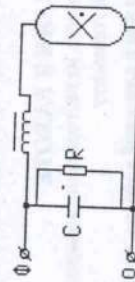

Рис.3
- 5.2. Подключение проводов сети производится к зажимам или к клеммной колодке, предварительно закреплению их планкой для зажима проводов, согласно схеме включения (рис.3), а заземляющего провода - к зажимному зажиму на панели.